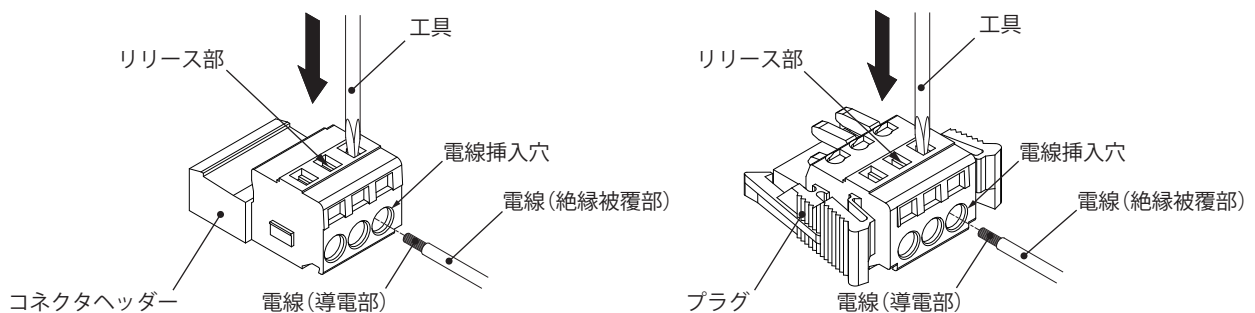

図5
- 電線を接続する端子（コネクタヘッダー・プラグ）のリリース部をマイナスドライバーなどの工具を利用して押し込んでください。（図5）